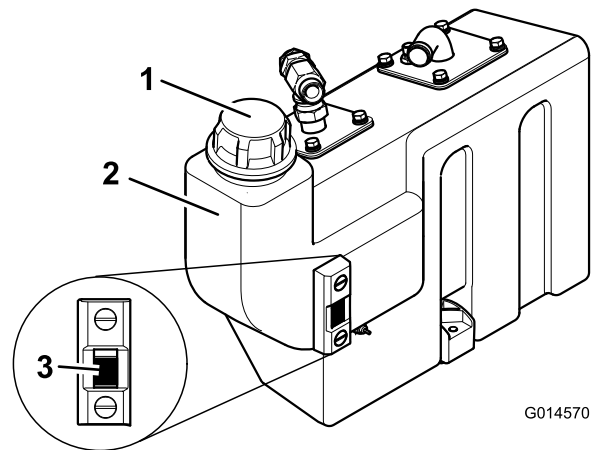

Bild 66
3. Wenn Hydrauliköl aufgefüllt werden muss, reinigen Sie den Bereich um den Füllstutzen und den Deckel des Hydraulikbehälters und nehmen den Deckel ab (Bild 66).